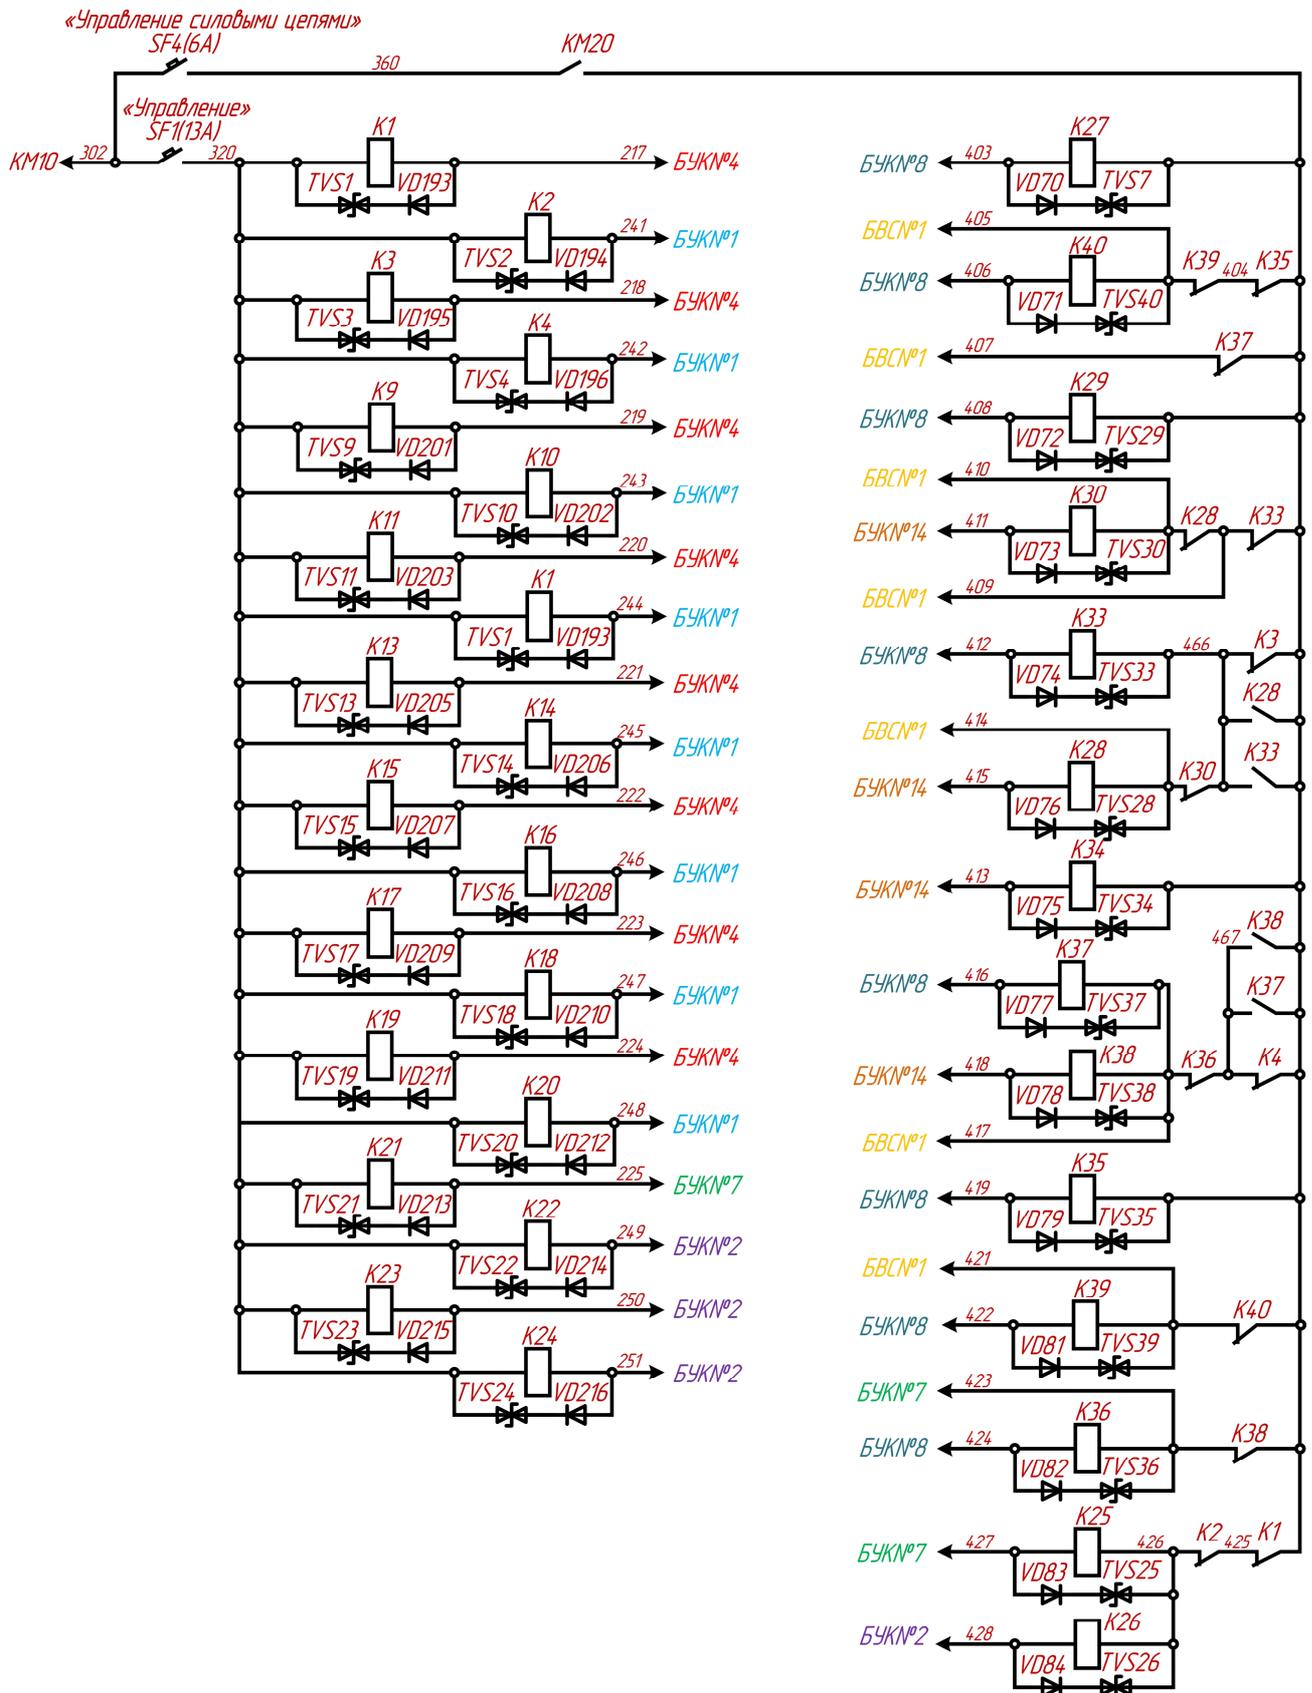
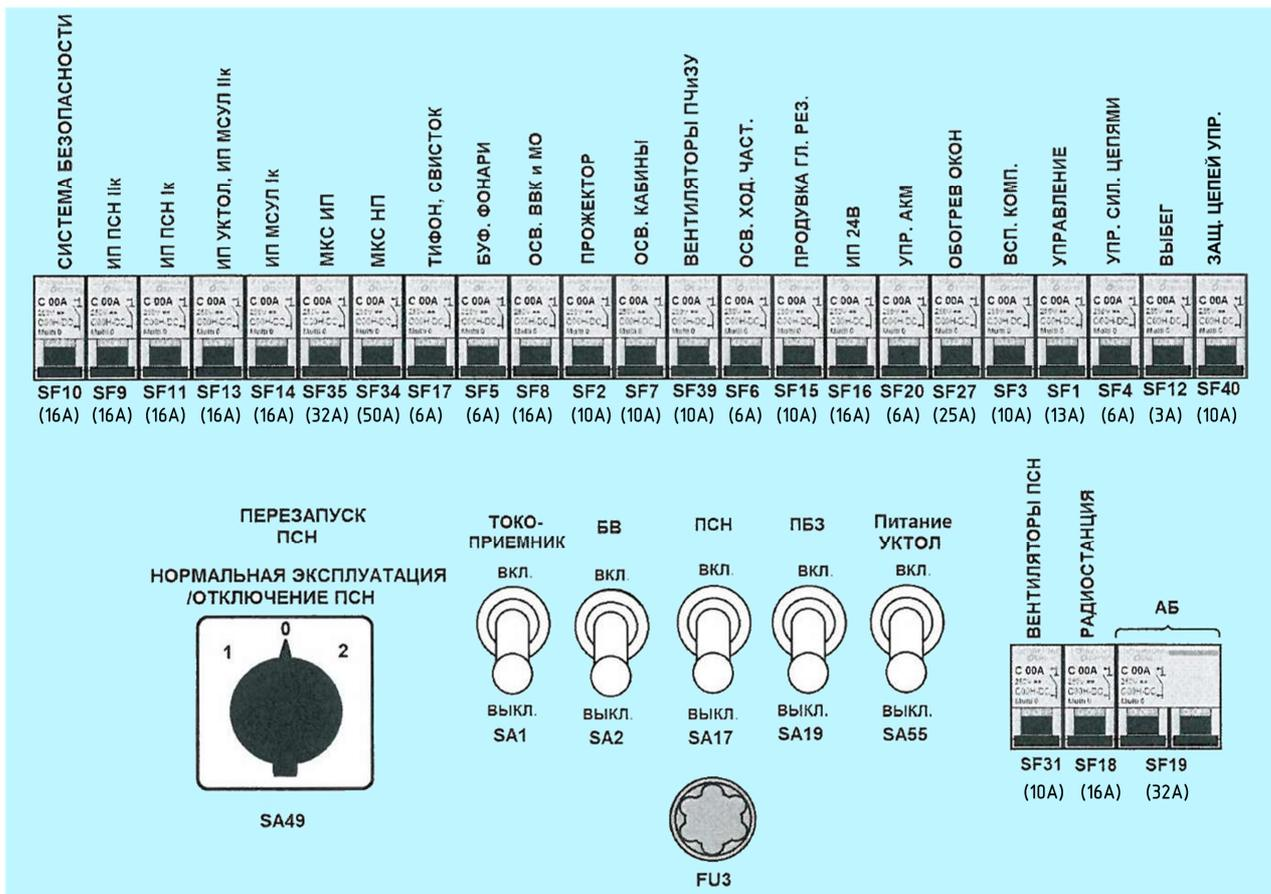

Рисунок 2.12 – Цепи управления линейными и реостатными контакторами (на электровозах до № 434)
Рисунок 2.13 – Панели автоматических выключателей на шкафу блока аппаратов № 4 (шкаф МПСУиД)
При задании позиции не равной «0» и наличии всех условий для формирования режима «Тяга», БУК по команде МПСУиД создает цепь питания катушек линейных и реостатных контакторов. Питание катушек реостатных контакторов К1 – К4 и К9 – К24 на электровозах до № 434 осуществляется по проводу 320 через автоматический выключатель «Управление», а катушек линейных контакторов К25 – К40 – по проводу 400 через автоматический выключатель SF4 «Управление силовыми цепями», через блокировочный контакт быстродействующего выключателя QF1 (на электровозах с № 216 – через блокировочный контакт контактора КМ20) (рисунок 2.12). На электровозах с № 435 питание катушек реостатных контакторов блоков аппаратов № 1 и № 2 разделено – катушки реостатных контакторов блока аппаратов № 1 получают питание по проводу 320 от автоматического выключателя SF1 «Управление», а блока аппаратов № 2 – по проводу 358 от автоматического выключателя SF40 «Защита цепей управления» (рисунок 2.13). Включение реостатных контакторов на секции со всеми отключенными тяговыми двигателями не производится.
- на позициях с 1 по 44 на время более 1,8 секунды пропадает сигнал о включении контактора К30 (в проводе 414, рисунок 2.12), шунтирующего переходные диоды СП-П VD18 – VD26;
- на позициях с 1 по 23 на время более 1,8 секунды пропадает сигнал о включении контактора К36 (в проводе 417 рисунок 2.12) шунтирующего переходные диоды С-СП VD9 – VD17;
На С соединении моторного режима в качестве рабочих используются пуско-тормозные резисторы секции выбранной машинистом «Головной», для чего машинист переключает тумблер SA32 (рисунок 2.1) в положение головная, для определения ведущей секции «Головной» или в положение «Прицепная» (определение ведомой секции «Головной»). При формировании сигнала на сбор моторного режима С соединения тяговых двигателей с независимым возбуждением, БЦВ дает команду БУК на создание цепей питания реостатных и линейных контакторов (рисунок 2.12):